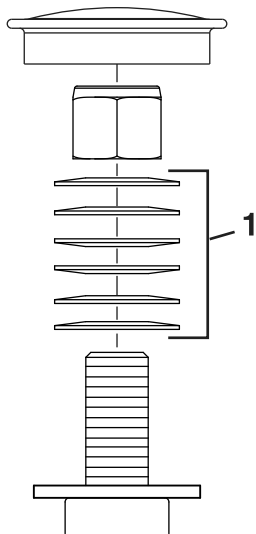

Рисунок 55
3. Зніміть пилозахисну кришку з колеса і затягніть контргайку (Рисунок 55).
4. Затягніть контргайку, доки запобіжні шайби не стануть рівними, а потім відкрутіть на $\frac{1}{4}$ обороту, щоб встановити належним чином попереднє навантаження на підшипники (Рисунок 55).
Важливо: Переконайтеся, що запобіжні шайби встановлені належним чином, як показано в Рисунок 55.
5. Встановіть пилозахисну кришку (Рисунок 55).